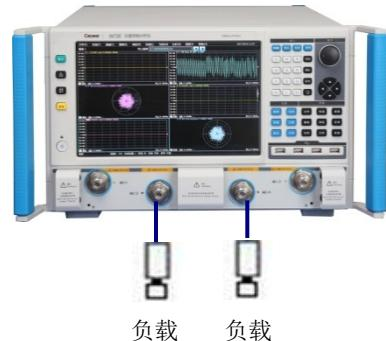

图 11.9 系统动态范围校准测试框图三 图 11.10 系统动态范围校准测试框图四
- 14) 重复上述步骤 (7) ~ (12), 即为端口 2 系统动态范围。
- 15) 如图 11.9 所示连接系统;